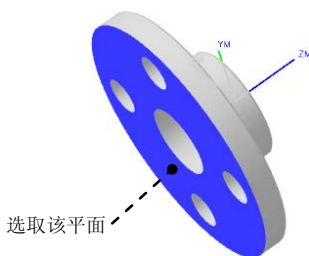

图 6.2.13 指定底面
(2) 在“底面”对话框中单击“面”按钮 , 选取图 6.2.13 所示的面。
(3) 单击“底面”对话框中的 **确定** 按钮, 返回“钻”对话框。